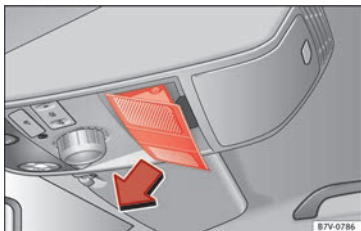

Abb. 15 Im Dachhimmel: Abdeckung entfernen.
- Abdeckung in Pfeilrichtung entfernen » Abb. 15.